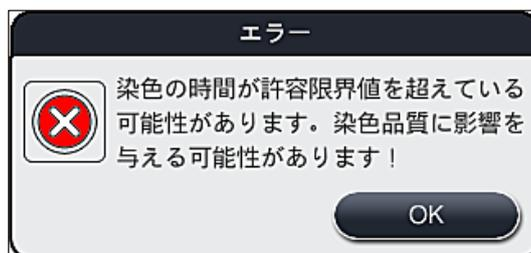

図 107
1. この情報メッセージの確認後、染色時間が超過した可能性があることがユーザーに通知されます。すなわち、特定の条件下の試薬において、または危機的状況下にあるステーションにおいて、個々のラックが時間を費やしすぎたために、染色品質に影響を与える可能性があることを示します。この情報メッセージ (→「図 107」) を「OK」ボタンで確認し、処理を再開します。